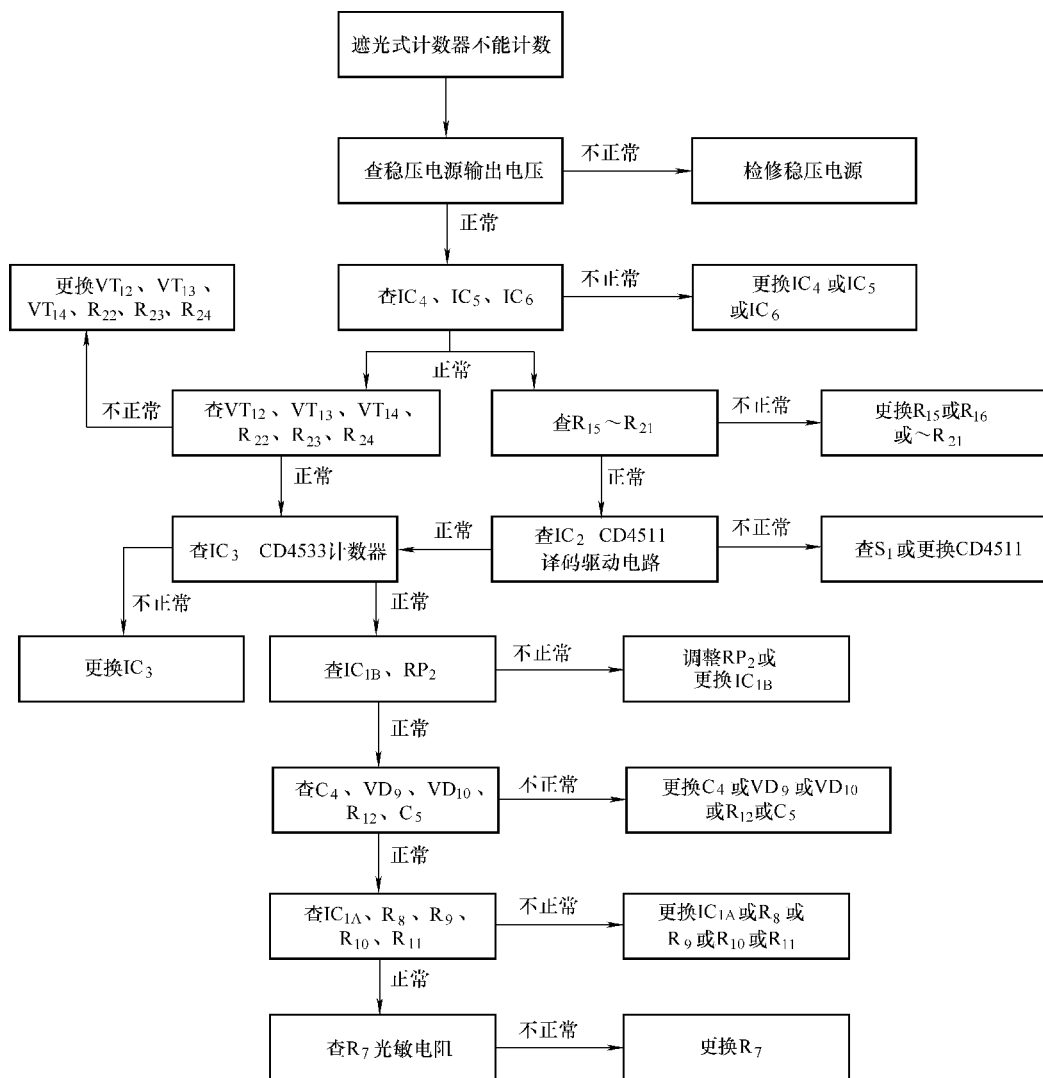

图 7-10 遮光式计数器不能计数故障查找流程图
- 2) 遮光式计数器不能计数，故障查找流程如图 7-10 所示。